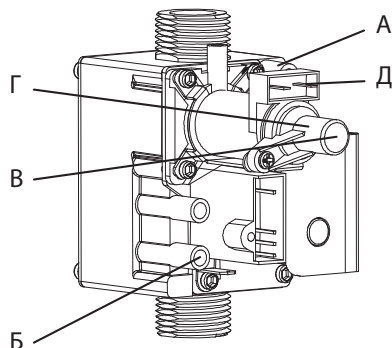

рис.22
- открутите винт на штуцере (Б, рис. 22) и присоедините к штуцере (Б) манометр;
- открутите винт на штуцере (А) (рис. 22) и присоедините к штуцеру (А) манометр;
- отсоедините манометр и закрутите винт на штуцере (А) (рис. 22).